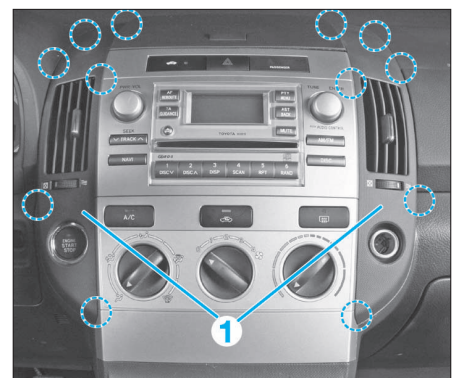
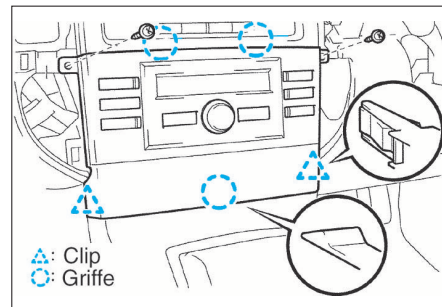

FIG. 5
FIG. 10
- Dégrafer les deux ensembles aérateurs-enjiveurs centraux (1) (fig. 5).
- Déposer les différents connecteurs des deux ensembles aérateurs-enjiveurs centraux (1).
- Dégrafer les deux ensembles aérateurs-enjoliveurs centraux (1) (fig. 5).
- Déposer les différents connecteurs des deux ensembles aérateurs-enjoliveurs centraux (1).
- Déposer les deux vis de l'ensemble de commande de climatiseur (fig. 10).
- Dégrafer l'ensemble et le dégager vers soi (fig. 10).